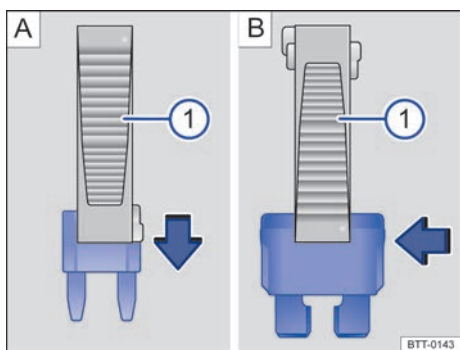

Fig. 166 Remover ou instalar um fusível com a garra da pinça de plástico ⓘ.
- Se necessário, retirar a pinça de plástico → Fig. 166 ⓘ do suporte. O suporte se encontra na parte traseira da caixa de fusíveis perto da tomada de conexão para diagnóstico.
- Em caso de *fusíveis pequenos*, encaixar a garra ⓘ por cima → Fig. 166 A.
- Em caso de *fusíveis maiores*, empurrar a garra ⓘ lateralmente sobre o fusível → Fig. 166 B.